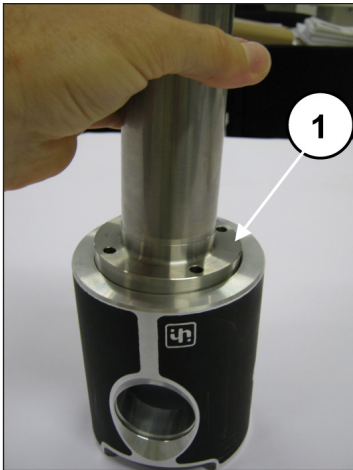
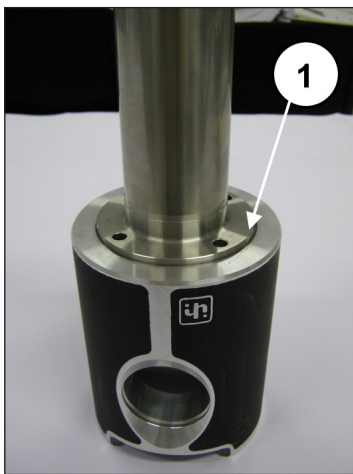

Abb. 49
Abb. 50
Setzen Sie die Pleuelstange in die entsprechende Aufnahme an der Pleuelführung ein (Pos. ①, Abb. 49) und befestigen Sie die Stange mit den 4 Zylinderkopfschrauben M6x20 (Pos. ①, Abb. 50).